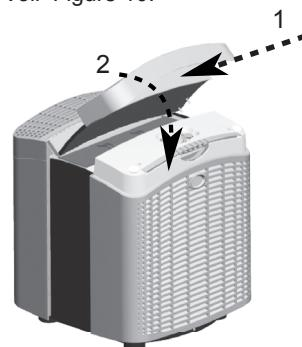

Fig. 10 - Remise en place du couvercle supérieur
- Réinstallez le couvercle supérieur. Placez les languettes à l'arrière du couvercle supérieur dans les trous correspondants dans la base. Puis, poussez le couvercle supérieur vers le bas. Voir Figure 10.